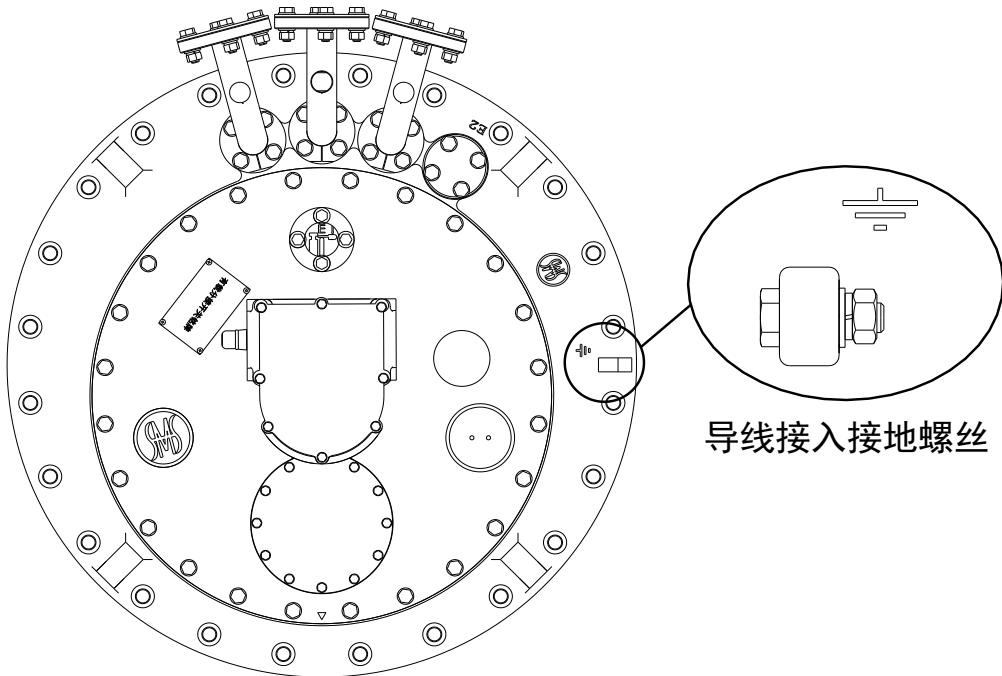

图 9-3 导线接入接地螺丝位置图
1. 将开关安装法兰接地螺栓接至变压器箱盖（1个 M12 螺栓和螺母），19号扳手。（见图 9-3）